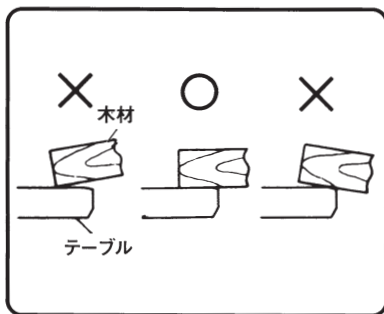

図 24
- 注** • 木材の板厚を検出するとき、木材の下面をフロントテーブル面へ図24 (O印) のように当ててください。X印のようにおき方が適正でないと、加圧力が不足して、木材に対し送材ベルトがスリップすることがありますので十分注意してください。